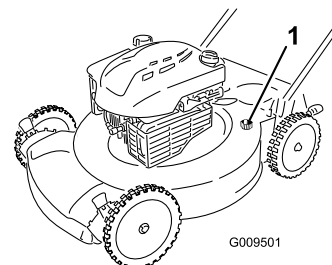

Figure 30
4. Branchez un tuyau d'arrosage relié à l'alimentation en eau au raccord de lavage du carter du tablier de coupe (Figure 30).